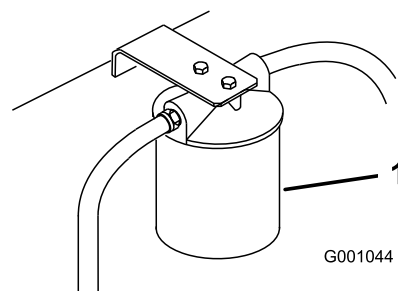

Figura 96
3. Collocate una bacinella di spurgo sotto il filtro, togliete il filtro usato e pulite la guarnizione di riduzione del filtro (Figura 96).